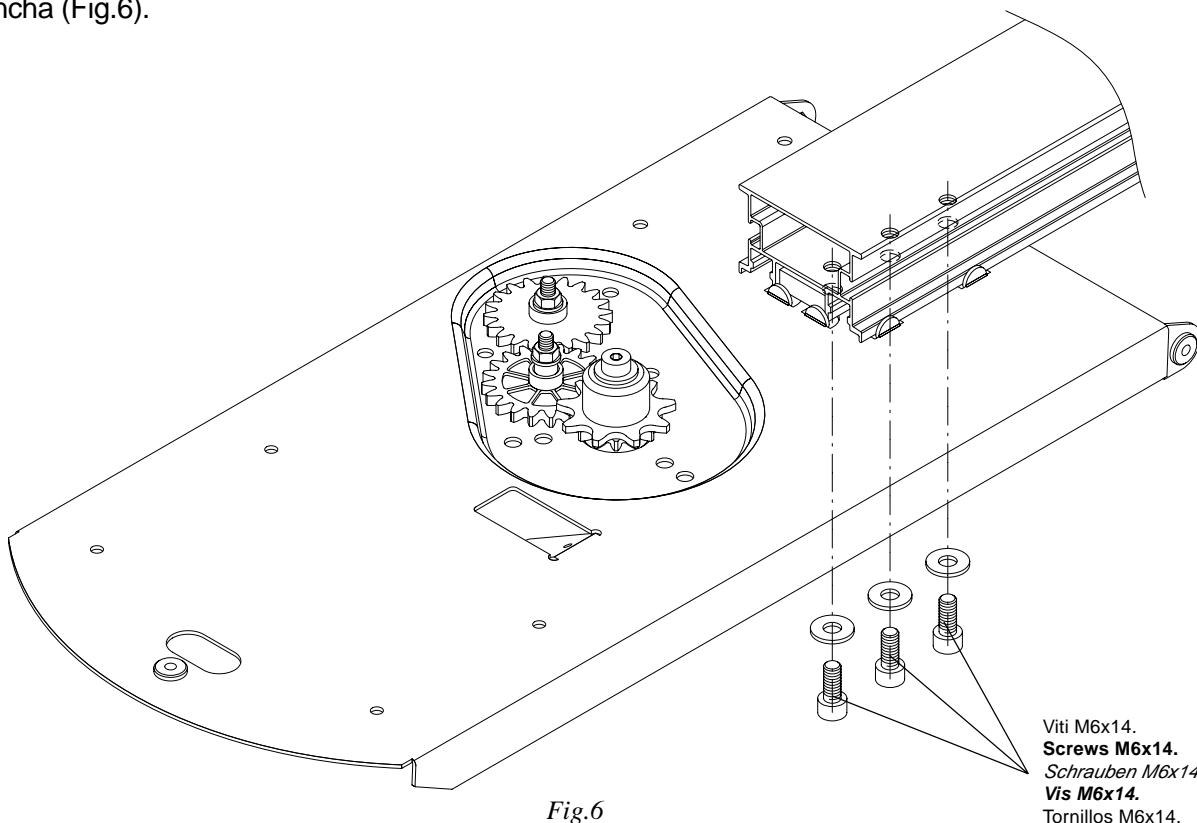

Fig.6
- d) Serrare il profilo di alluminio alla piastra di base mediante le tre viti M6x14 interponendo le rosette a fascia larga (Fig.6).
- d) Fasten the plate P to the base plate by using the three screws M6x14. Provide for large washers between the plate and the screws (Fig.6).**
- d) Das Aluprofil an die Basisplatte mit den Schrauben M6x14 festschrauben und dazwischen die breiten Scheiben legen (Abb.6).*
- d) Serrer le profil en aluminium à la plaque de base au moyen des trois vis M6x14 en intercalant les rondelles à bande large (Fig.6).**
- d) Sujetar el perfil de aluminio a la placa de base con los tres tornillos M6x14 poniendo las arandelas de franja ancha (Fig.6).